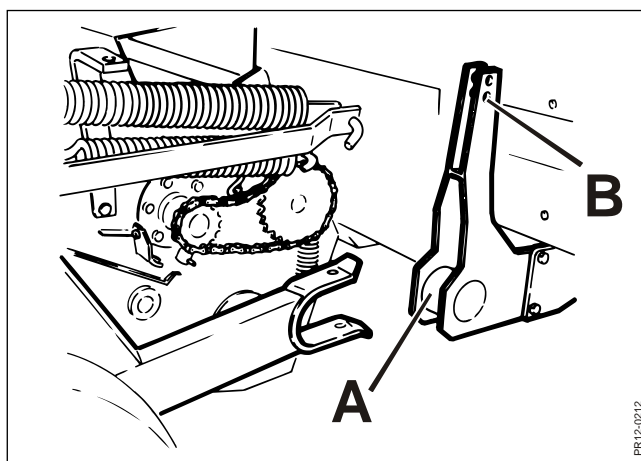

Fig. 3-1
- Fig. 3-1** Pickuppen køres let på løberullerne hen til maskinen, så fanget **A** går i indgreb. Tap-pene (2 stk.) monteres og låses med splitter for at fastlåse pickuppen til basismaskinen. Aflastningsmekanismen fastgøres til pickuppen ved **B**.